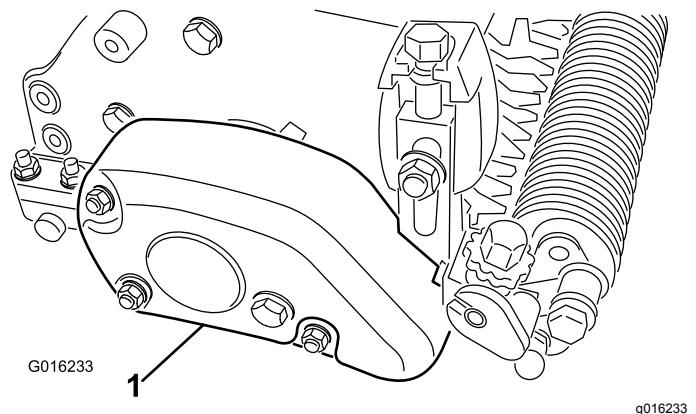

Bild 18
37. Befestigen Sie die Riemenabdeckung mit drei Sicherungsmuttern am Groomergehäuse (**Bild 18**).